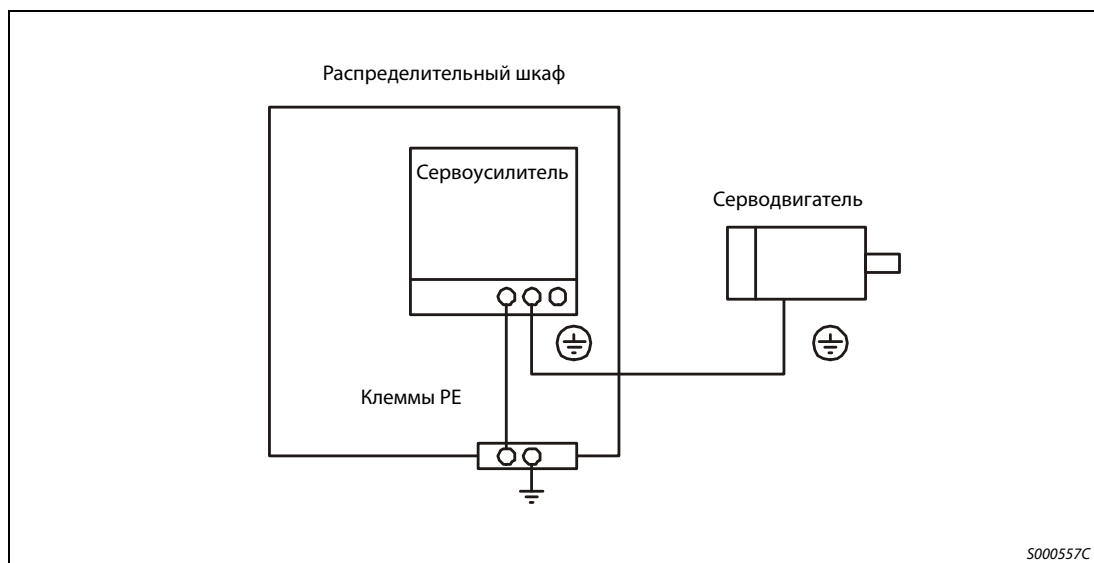

Рис. 3-12: Подключение защитного провода
- **Обращайте внимание на правильное заземление серводвигателя и сервоусилителя. Во избежание ударов током необходимо соединить клемму защитного заземления (PE) сервоусилителя, помеченную символом \perp , с клеммой заземления распределительного шкафа.**
- ① Серводвигатели подключаются к соответствующему силовому разъему.
- ② Для заземления подключите заземляющий кабель серводвигателя к клемме защитного заземления на сервоусилителе. Одновременно необходимо заземлить сервоусилитель через заземление распределительного шкафа. См. рис. 3-12.
- ③ Если используется серводвигатель с удерживающим тормозом, тормоз следует подключить к внешнему источнику постоянного напряжения 24 В.